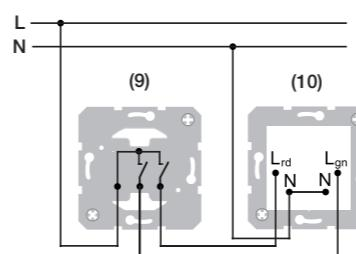

Figura 3: ejemplo de conexión para lámpara de señalización LED, iluminación roja/verde
- Conectar la lámpara de señalización LED según el ejemplo de conexión (figura 3). En lugar del interruptor de serie (9) con el que se conectan los dos colores por separado, se puede utilizar un conmutador inversor que conmuta los dos colores a la vez: